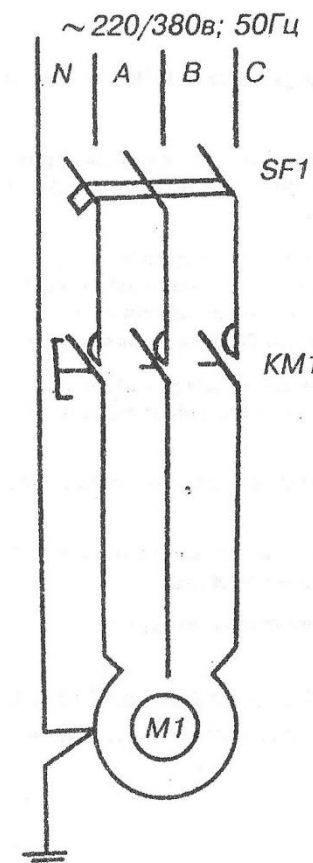
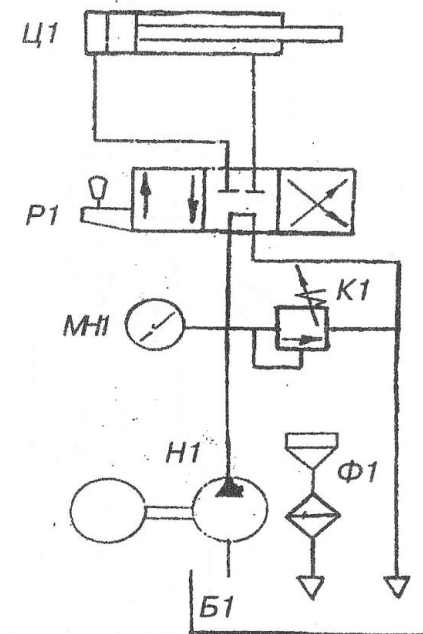

Рис. 6. Принципиальная электрическая схема Р342М.00.00.000РЭ
Рис. 5. Принципиальная гидросхема пресса с ручным приводом
Рис.5а. Принципиальная гидросхема прессы с электроприводом Р342М.00.00.000РЭ
4.1. Пресс гаражный, модель Р342М (рис.1) состоит из рамы 1, силового цилиндра 2, ручного гидронасоса 3, маслобака 4. На раме смонтирован переносной стол 6, опирающийся на пальцы 7. Рама сварная. На правой стойке рамы расположен блок управления. Ручной насос подсоединен с гидроцилиндром, блоком управления, маслобаком. На конце штока силового цилиндра закреплена втулка с отверстием для закрепления приспособлений. Маслобак сварной конструкции, снабжен щупом 13 для замера уровня масла и заливным фильтром 14 (рис.2). При нагнетании масла в цилиндр насосом поршень перемещается вниз или вверх. Схема гидравлическая принципиальная на рис.5.
Конструкция электропривода представляет собой сварную раму, на которой смонтирован маслобак, электродвигатель с насосом, клапан. На правой стороне рамы прессы расположен блок управления. Электропривод подсоединяется с блоком управления поз.21 и гидроцилиндром. Схема гидравлическая принципиальная представлена на рис.5а. Схема принципиальная электрическая представлена на рис.6.
- 6.2.4. Подключить пресс с электроприводом к питающей сети согласно схеме электрической принципиальной (рис.6).